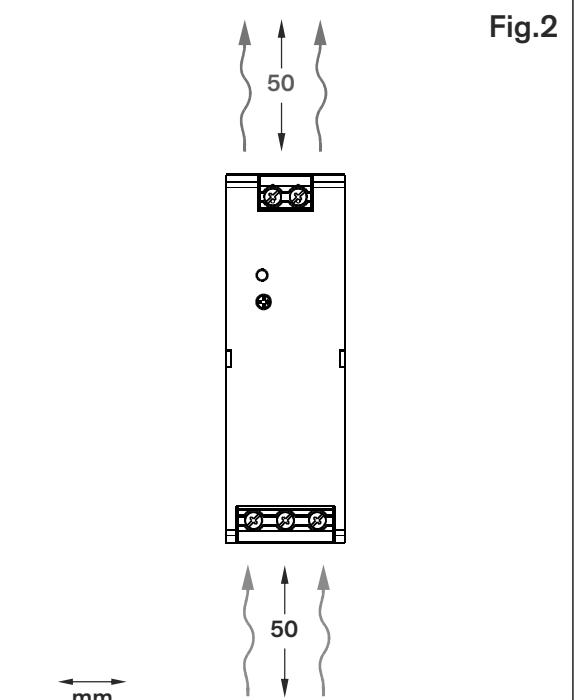

Fig.2
Das Gerät kann an 35 mm DIN-Schienen montiert werden, in Übereinstimmung mit der Spezifikation DIN EN 50022. Dabei sind die Anforderungen an die Ventilationsabstände über und unter dem Gerät einzuhalten. Fig.2
L'appareil peut être monté sur des rails DIN de 35 mm, conformes aux spécifications de la norme DIN EN 50022. Respecter les exigences en matière d'espace de ventilation au-dessus et en dessous de l'appareil. Fig.2
- Debe asegurarse una refrigeración adecuada. Fig.2